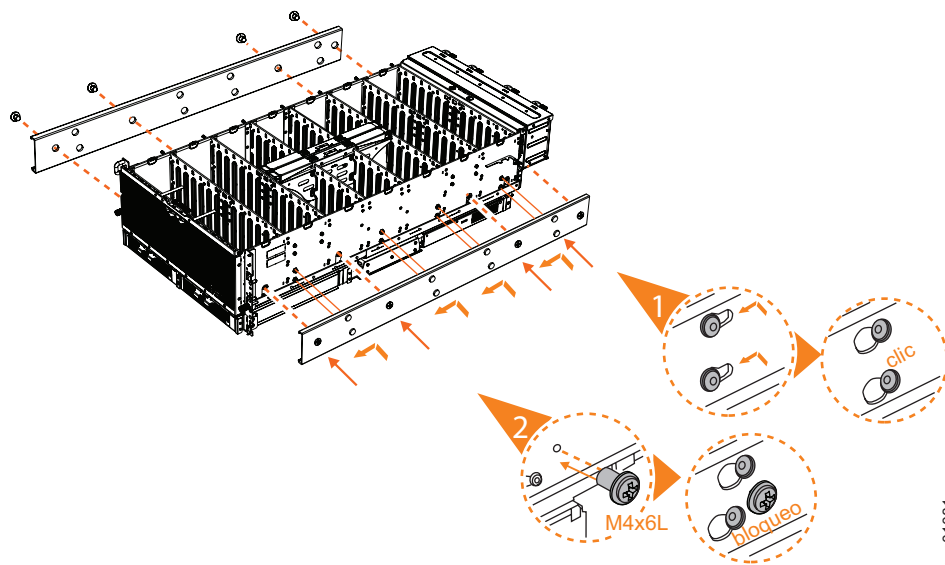

Figura 57. Conexión de la sección de riel interno al alojamiento
5. Instale la sección interna del riel en cada lado del alojamiento de expansión, como se muestra en la Figura 57 en la página 67.